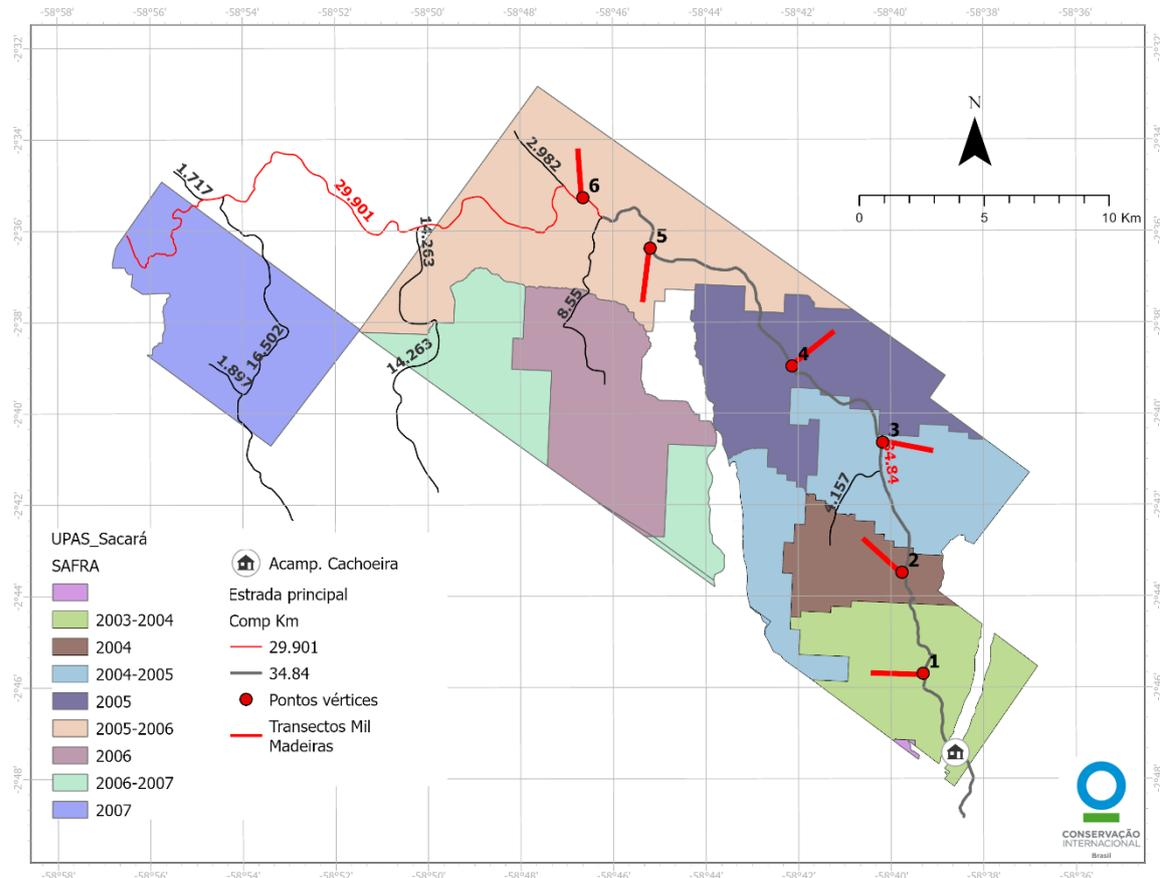

Figura 1 – Localização dos transectos na área de Manejo Florestal da empresa Mil Madeiras Preciosas no estado do Amazonas, Brasil.
Um grupo de **seis pares de transectos (200x2000m para cada par, sendo dois transectos paralelos de 100x2000m)** será estabelecido pela CI, nos quais a equipe de campo deve se atentar à algumas orientações: seguir as coordenadas e os azimutes pré-determinados; transecto de ida e volta não podem se cruzar e cada par de transectos deve ter pontos de partida a, pelo menos, 200 m de distância de outro par de transectos; e deverão estar totalmente dentro de áreas exploradas por corte seletivo de árvores. O ponto de partida de cada par de transectos será em uma estrada de acesso, sendo que a primeira parcela ficará a cerca de 100 a 150 m da estrada. Parcelas do mesmo transecto serão alocadas a 100 m de distância uma da outra. A Figura 1 representa um par de transectos com suas respectivas parcelas de biomassa.
- (Figura 1). Antes de partir para a primeira parcela, acione o modo “tracking” do aparelho GPS ou modo similar que marque o deslocamento da equipe e salve o caminho seguido. Cada equipe de campo deve ter, pelo menos, um aparelho GPS e deslocamento da equipe deve ser compartilhado com a CI após o fim das atividades.
Figura 1. Representação esquemática de um par de transectos (transecto IDA e transecto VOLTA; linhas verdes) e das parcelas ao longo de cada transecto (em vermelho). Parcelas de coleta serão estabelecidas a cada 100 m. Em cada parcela, a equipe de campo coletará informações sobre árvores e cipós. Se todas as parcelas em vermelho forem elegíveis (7 no transecto IDA e 7 no transecto VOLTA), não será necessário seguir até as parcelas representadas em laranja. Se uma ou mais parcelas representadas em vermelho estiverem em locais ineleáveis para a instalação de uma parcela (ver item 2.2), a equipe avançará para a próxima parcela do transecto, realizando atividades em uma ou mais parcelas em laranja até completar o número indicado por transecto. Consulte a Figura 2 para mais informações.